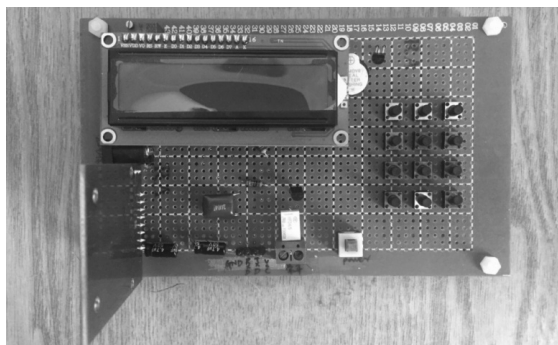

图 3-11 RS522 芯片和 LCD1602 的接入操作图
(5) 插上 RS522 芯片和 LCD1602,注意方向,如图 3-11 所示。